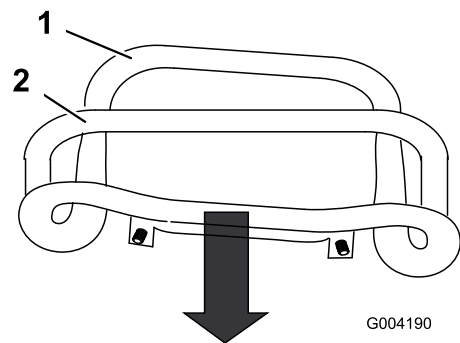

Figure 53
3. Tirez la commande de déplacement tout droit en arrière pour que l'avant vienne toucher la barre de référence (Figure 53).